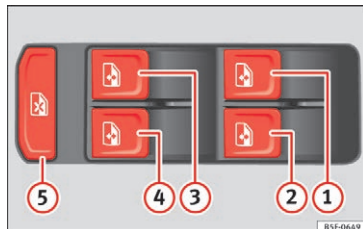

Fig. 131 Udsnit af førerdøren: kontakter til betjening af elruder
Kontakterne » Fig. 131 ①, ②, ③ og ④ har hver to trin til åbning og to til lukning af ruderne. Derved bliver det lettere at styre åbningen og lukningen.